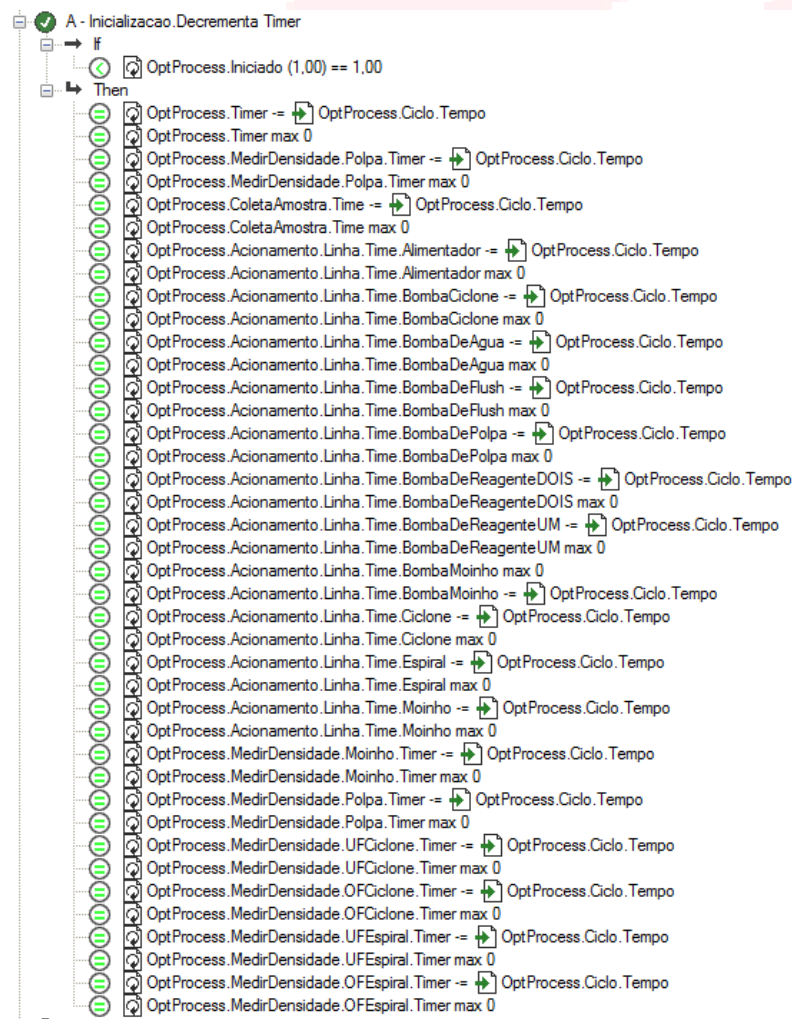

Figura 35 - Estratégia – Decrementa Timer.
**Decrementa Timer:** A função decrementa timer é responsável pela contagem regressiva de tempo dentro do sistema. Ela permite com o que se crie outras estratégias relacionadas com uma TAG que possui um tempo para ser ativada e disparar o comando. Esta estratégia está representada pela figura 35 a seguir: